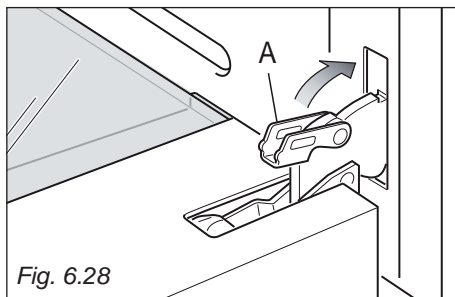

Fig. 6.28
4. Lås ovnlågen op ved at åbne den helt, og lukke låsebøjlerne "**A**" på venstre og højre side (Fig. 6.28).